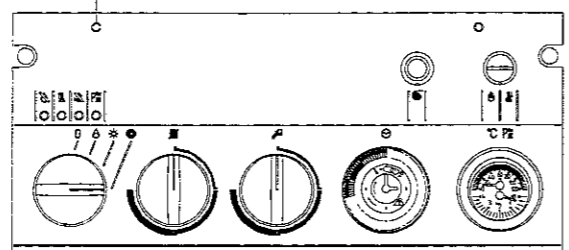

fig. 19
Se il led che indica il funzionamento generale (6) è verde, la caldaia funziona regolarmente (procedere con le altre operazioni) (fig. 19).